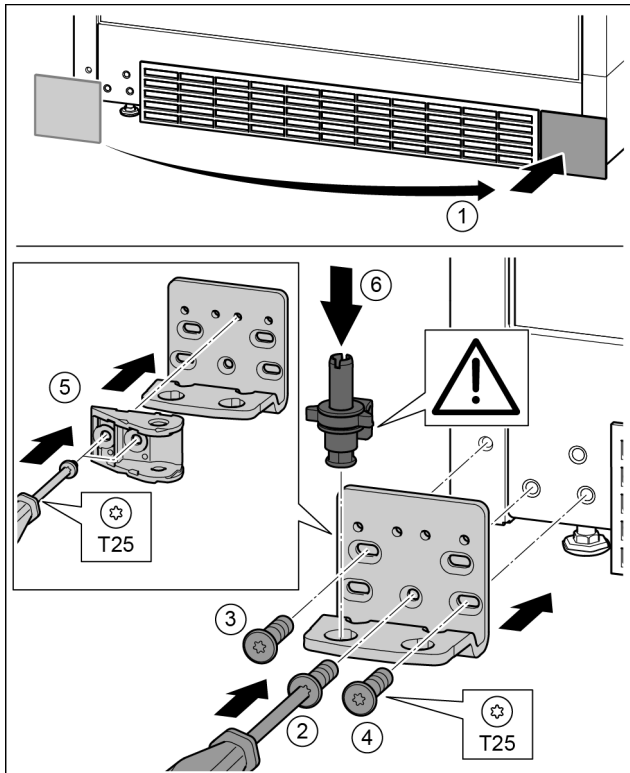

Fig. 36
- ▶ Afdekking eraf halen en op de andere kant aanbrengen. Fig. 36 (1)
- ▶ Lagerbus op de andere kant aanbrengen en met behulp van een schroevendraaier T25 vastschroeven. Met schroef 2 onder in het midden beginnen. Fig. 36 (2)
- ▶ Schroef 3 en 4 vastschroeven. Fig. 36 (3, 4)
- ▶ Sluitdemperverbinding 180° draaien. Aan de andere kant van de lagerbus met schroevendraaier T25 vastschroeven. Fig. 36 (5)
- ▶ Lagerbout volledig aanbrengen. Let op dat de vergrendelknok naar achter wijst. Fig. 36 (6)